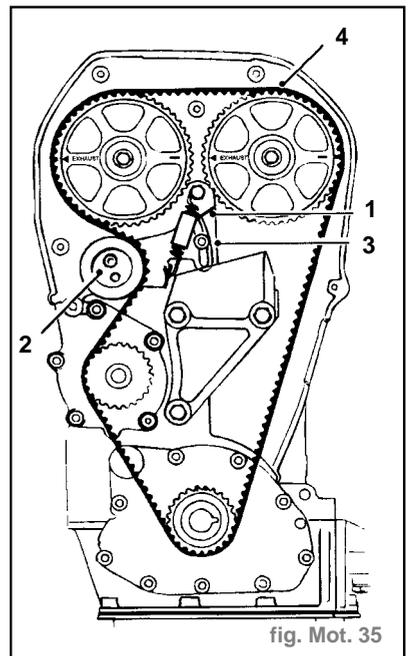

fig. Mot. 35
- Si la courroie d'arbre à cames doit être réutilisée, repérer la position de la plaque de fond du tendeur par rapport à la culasse, comme référence de tension. Repérer le sens de rotation de la courroie à la craie (1) (fig. Mot. 35).